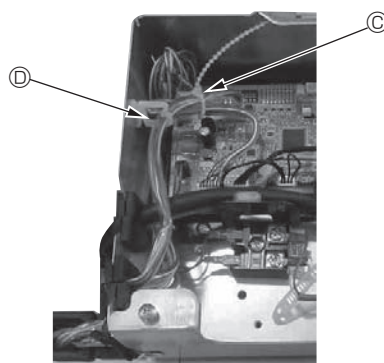

Fig. 10-14
- Nadmiar przewodów łączących czujnika i-See i odbiornika sygnału w skrzynce elementów elektrycznych należy zamocować w zacisku przewodu w sposób pokazany na schemacie, a następnie zamocować przewody razem za pomocą mocowania. (Fig. 10-14)